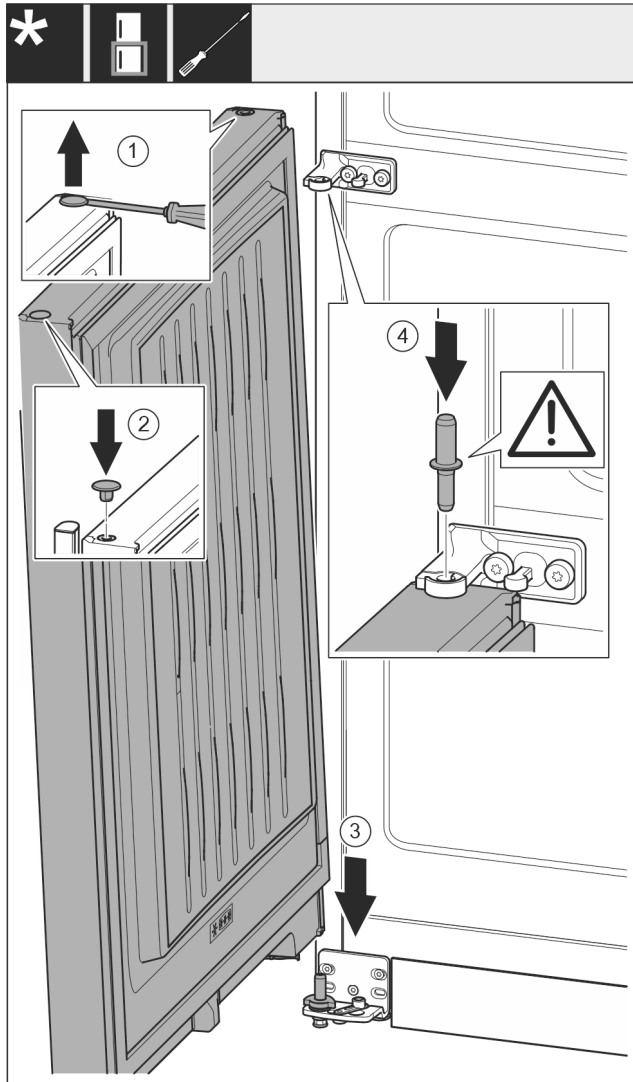

Fig. 18
- ▶ Løft forsigtigt propperne op med en flad skruetrækker, og træk dem ud. Fig. 18 (1)
- ▶ Sæt propperne igen i den anden dørside. Fig. 18 (2)
- ▶ Sæt døren på fra oven og ned på den nederste hængselbolt. Fig. 18 (3)
- ▶ Sæt den midterste hængselbolt i gennem den midterste hængselkonsol i den nederste dør. Sørg i den forbindelse for, at låsekammen vender bagud. Fig. 18 (4)